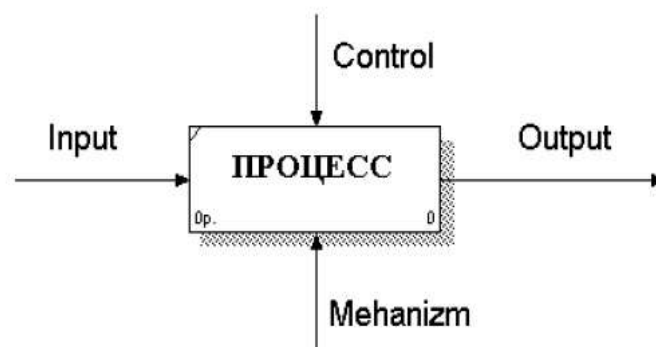

Рис. 10.1. Приклад діаграми в нотації IDEF0
**Механізм (Mechanism)** – ресурси, які виконують роботу, наприклад, персонал підприємства, верстати, механізми й таке ін. (рис. 10.1).
Кожен тип стрілок підходить або виходить до певної сторони прямокутника, що зображує роботу. До лівої сторони підходять стрілки входів, до верхнього – стрілки управління, до нижнього – механізмів реалізації виконуваної функції, а із правої – виходять стрілки виходів (рис. 10.1). Таке узгодження припускає, що, використовуючи керуючу інформацію і реалізуючий її механізм, функція перетворить свої входи у відповідні виходи.